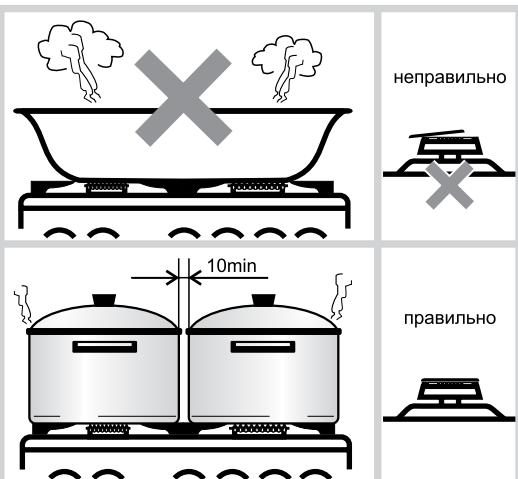

Рис.13
- Размеры посуды (см. таблицу 5 и рис.13) и режим работы горелок нужно выбирать таким образом, чтобы пламя не выходило за края и не «лизало» боковые стени.